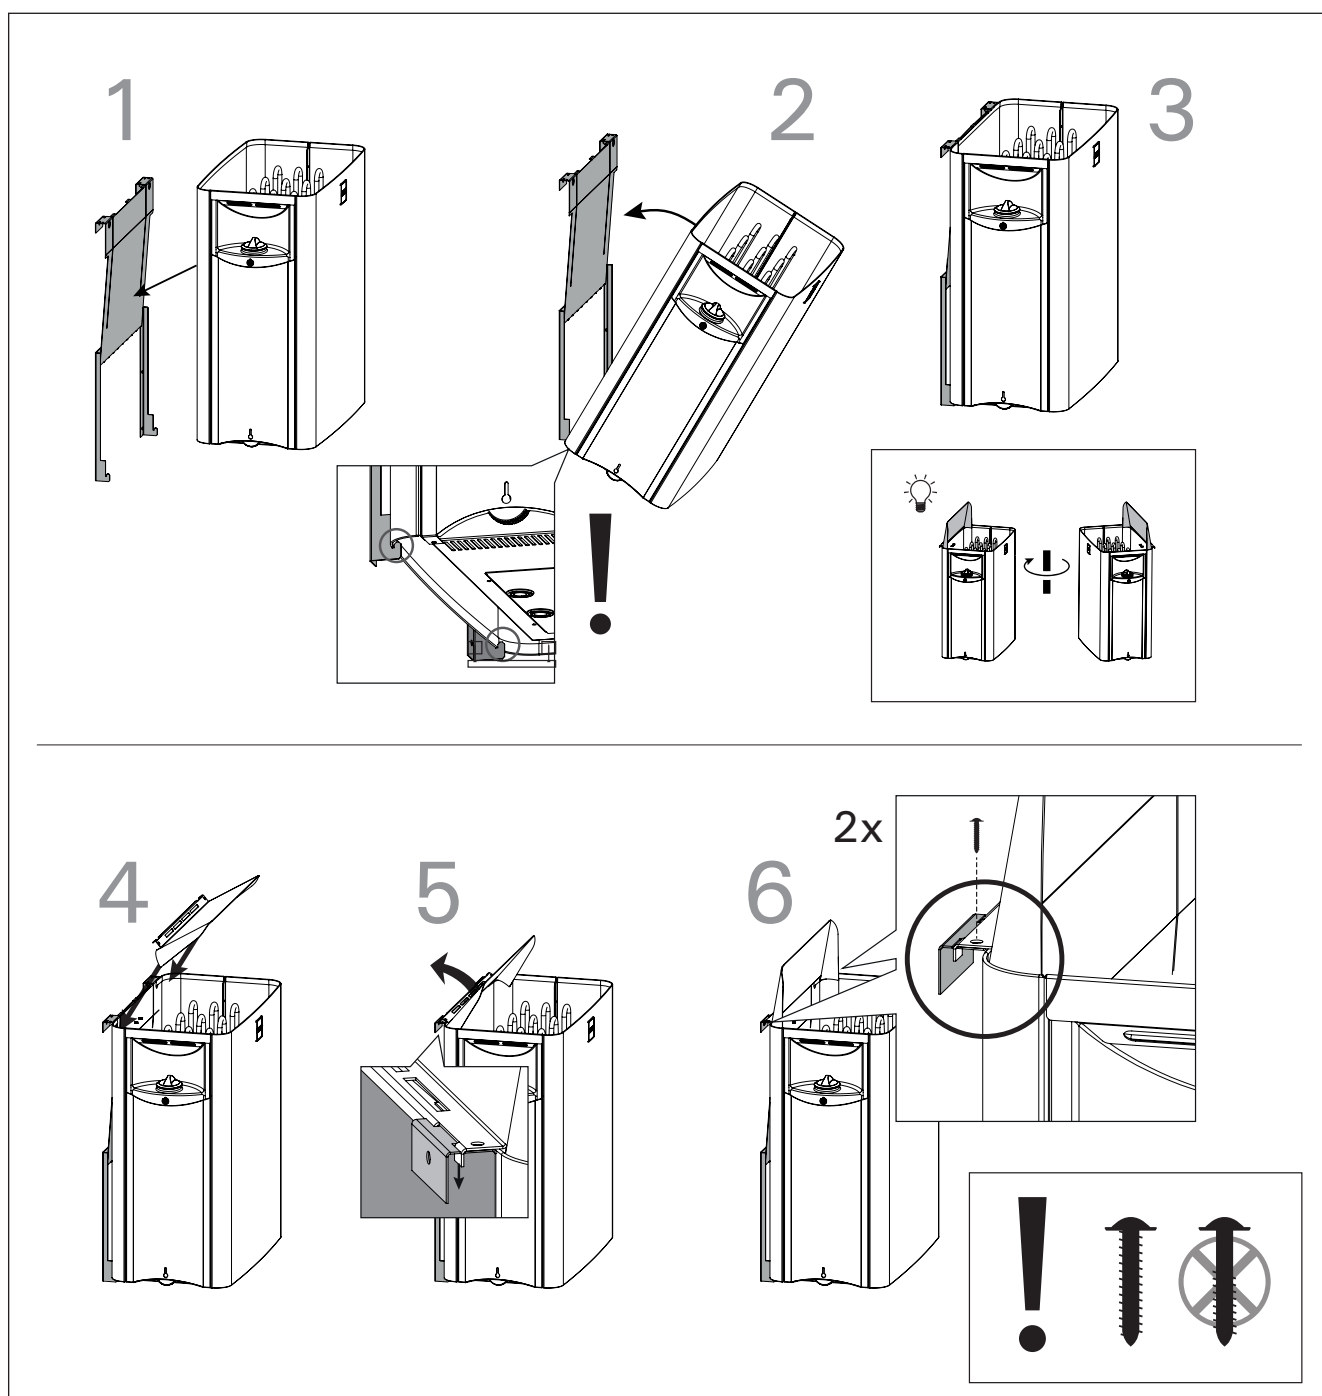

Рисунок 8. Крепление каменки к настенному кронштейну
3. Установите каменку по месту и убедитесь, что она встала по центру подставки (рисунок 8:1-3)
4. Поверните направляющую панель для пара и закрепите ее к каменке и к настенному кронштейну (рисунок 8:5).
5. Для более надежного соединения, закрепите направляющую панель шурупами сзади (рисунок 8:6).